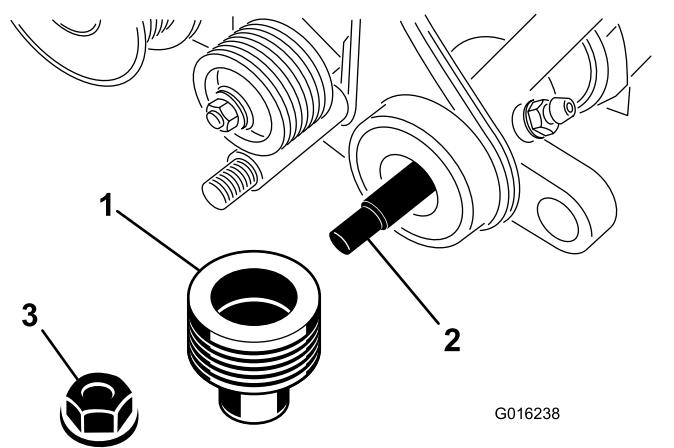

Figura 34
6. Retire a porca de bloqueio flangeada que fixa a polia acionada à extremidade do eixo do rastelo (Figura 34). Retire a polia.